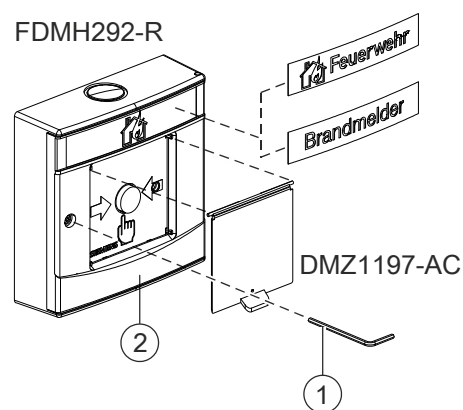
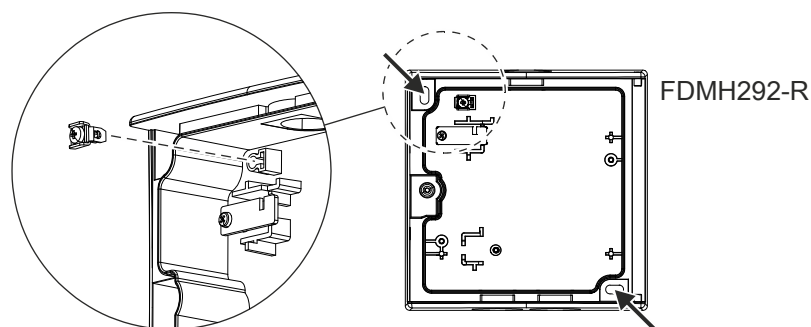

Fig. 2
Fig. 3
1. Use the socket head wrench (1) supplied to open the door (2) of the housing (see Fig. 2). Keep the socket head wrench (1) in a safe place.
- Only use the screw holes marked by arrows (see Fig. 3).
4. Use the socket head wrench (1) to close the door (2).
5. If necessary: Stick a self-adhesive 'Fire detector' or 'Fire brigade' sticker on the door (2) (see Fig. 2).
- Engage the protective cover in the two recesses in the door (2) (see Fig. 2).
- With the door (2) open, lay the seal on the installed switching unit.
- Use the socket head wrench (1) to close the door (2).
1. Use the socket head wrench (1) to open the door (1).
2. If the detector line cables (LINE) are shielded, connect the shieldings to an auxiliary terminal in the back box (see Fig. 3). If the external alarm indicator (Ext. AI) is connected via a shielded cable, the shielding must be connected to the positive pole of an alarm indicator with an auxiliary terminal.
1. Öffnen Sie mit dem mitgelieferten Innensechskant-Schlüssel (1) die Tür (2) des Gehäuses (siehe Fig. 2). Bewahren Sie den Innensechskant-Schlüssel (1) sicher auf.
- Verwenden Sie nur die mit Pfeil markierten Schraubenlöcher (siehe Fig. 3).
4. Schließen Sie die Tür (2) mit dem Innensechskant-Schlüssel (1).
5. Falls erforderlich: Kleben Sie ein Selbstklebeetikett 'Brandmelder' oder 'Feuerwehr' auf die Tür (2) (siehe Fig. 2).
- Klinken Sie den Schutzdeckel in die beiden Vertiefungen in der Tür (2) ein (siehe Fig. 2).
1. Öffnen Sie die Tür (2) des Gehäuses mit dem Innensechskant-Schlüssel (1).
2. Falls die Melderlinienkabel (LINE) abgeschirmt sind, verbinden Sie die Abschirmungen mit einer Zusatzklemme im Gehäuseboden (siehe Fig. 3). Wird der externe Alarmindikator (Ext.. AI) über ein abgeschirmtes Kabel angeschlossen, muss die Abschirmung mit einer Zusatzklemme mit dem Plus-Anschluss des Alarmindikators verbunden werden. Die Abschirmungen dürfen keine anderen Potenziale oder Metallteile im Handfeuermelder berühren.
1. Ouvrez la porte (2) du boîtier avec la clé à six pans creux (1) fournie (voir fig. 2). Rangez soigneusement la clé à six pans creux (1).
- Utilisez uniquement les trous de vis marqués par une flèche (voir fig. 3).
4. Fermez la porte (2) avec la clé à six pans creux (1).
5. Si nécessaire : Apposez un panneau de fenêtre 'Détecteur d'incendie' ou 'Sapeurs-pompiers' sur la porte (2) (voir fig. 2).